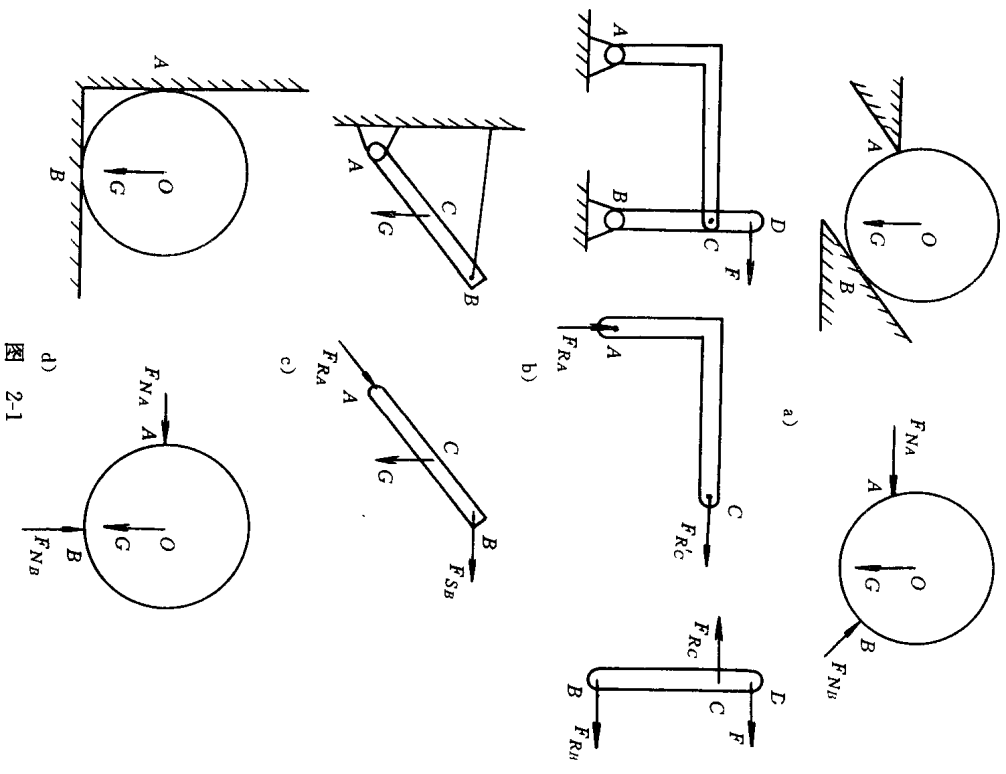

图 2-1
1. 图 2-1 中所示各物体的受力图是否正确。a (); b (); c (); d ()